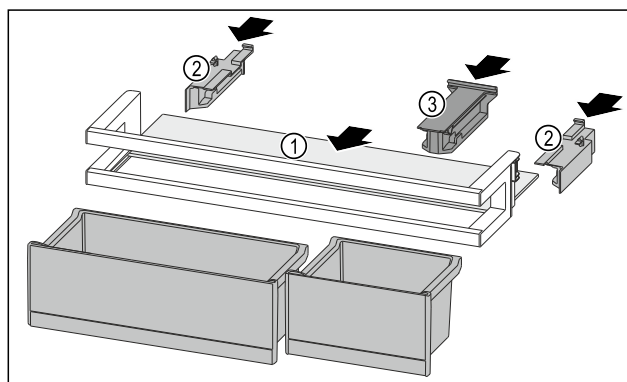

Fig. 261
- Вдвиньте съемную полку Fig. 261 (1) в боковые пазы.
- Установите боковые части Fig. 261 (2).
- Смонтируйте крепление Fig. 261 (3).